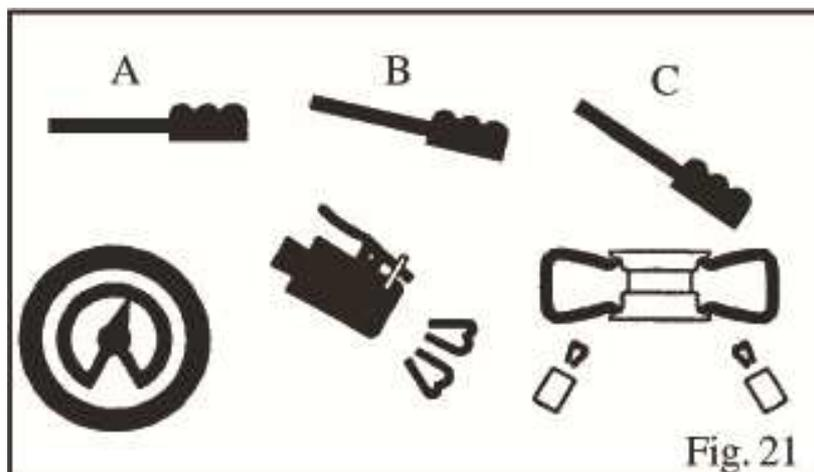

Fig. 21
- Abbassare il pedale in posizione intermedia (B - Fig. 21).
- Se il tallone del pneumatico non è ben posizionato, a causa di un tallone rigido, sollevare manualmente il pneumatico fino a quando il tallone superiore si appoggia contro il cerchio, quindi premere il pedale fino in fondo (C-Fig. 21). Un forte getto d'aria verrà rilasciato attraverso gli ugelli nelle guide e ciò favorirà il posizionamento dei talloni.
- Rilasciare i pneumatici; portare il pedale in posizione intermedia (B - Fig. 21) e continuare a gonfiare il pneumatico con brevi getti d'aria, controllando costantemente la pressione tra un getto d'aria e l'altro fino al raggiungimento della pressione richiesta.